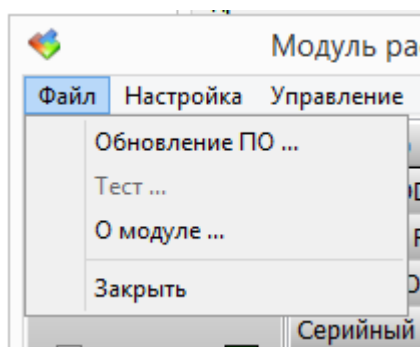

Рисунок 12 – Меню «Файл»
11.8 Если требуется обновить встроенное программное обеспечение (ПО) модуля расширения, то в меню «Файл» выбрать пункт «Обновление ПО» (рисунок 12).